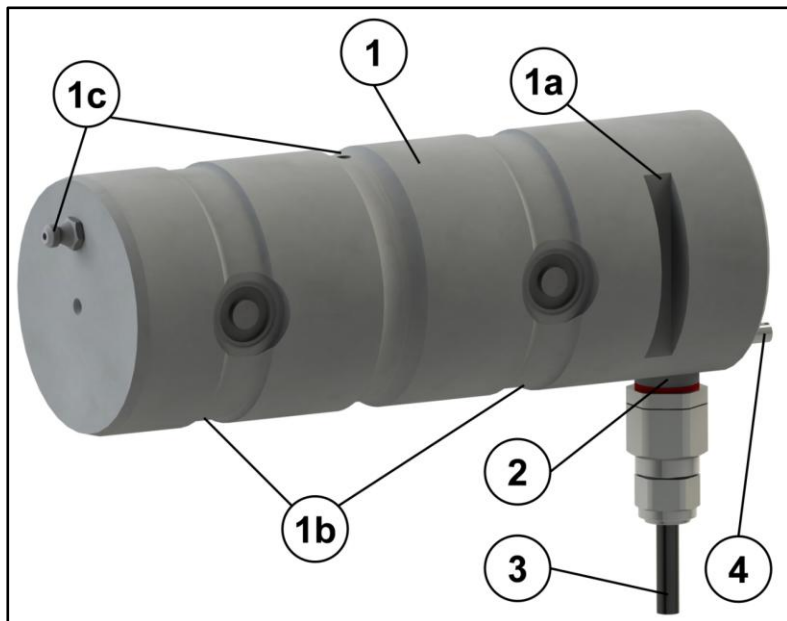

Bild 1: Kraftgivare
Kraftgivaren (1) förs in i borrhål med rätt diameter (2) på den dubbla förbindningen och som är säkrat mot oavsiktlig rörelse med hjälp av en axelhållare (se bild 1, punkt 1a). Den kraft F som överförs av förbindningen överförs till mätelektroniken genom en utvärdering av den resulterande deformationen av mätkroppen och skickas som en elektrisk signal.